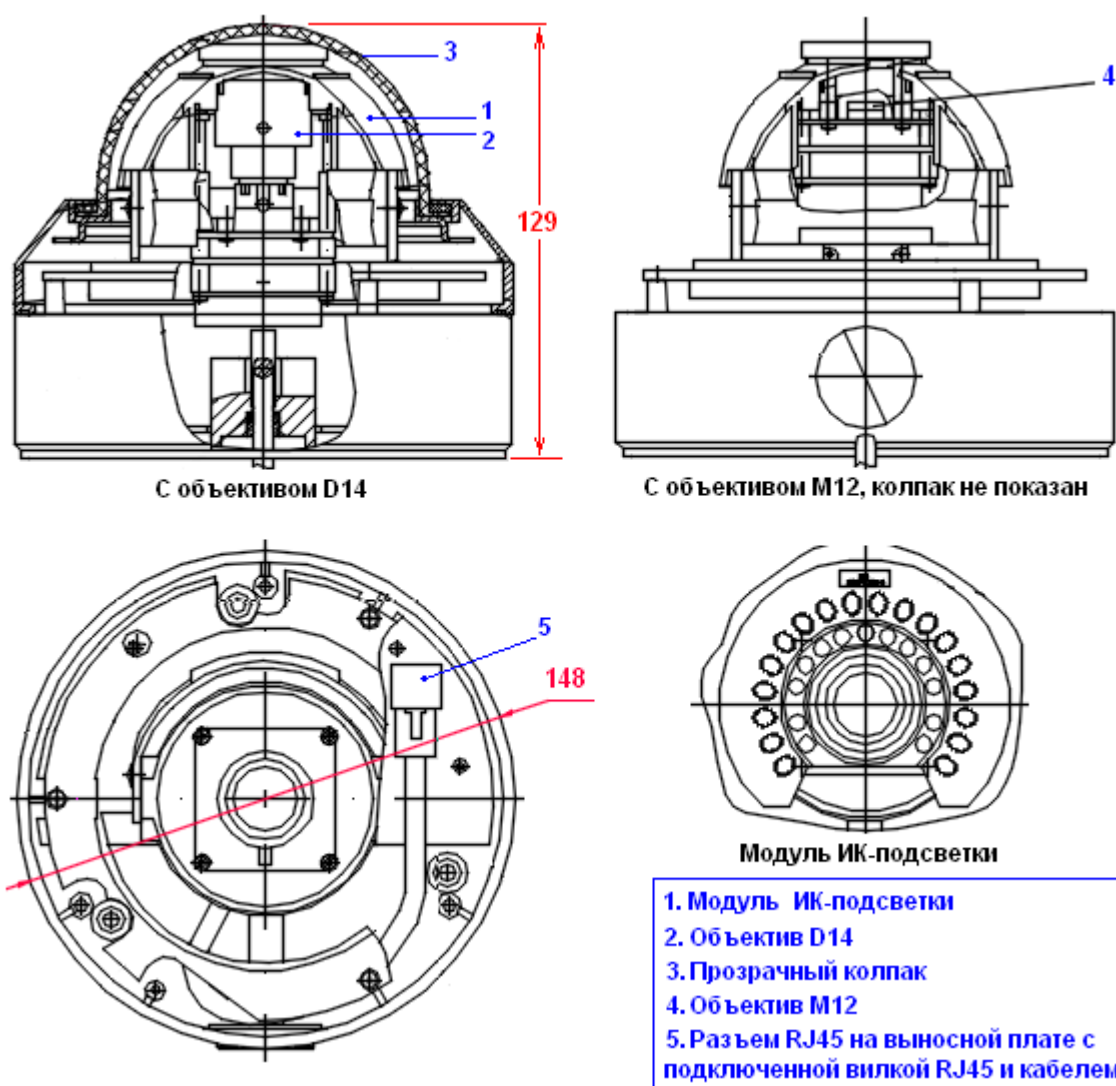

Рис.56. Купол наружный.
- Купол наружный, металлический, вандаלוустойчивый, влагозащищенный. Для использования внутри и снаружи помещений (рис. 56).